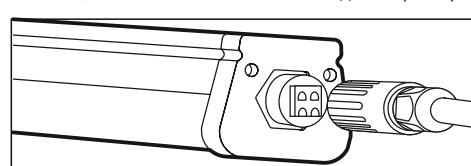

Рис. 3
5.14 Возьмите из комплекта поставки внешнюю часть быстросъемного разъема и пропустите через него кабель электропитания осветительного прибора (рис. 3).